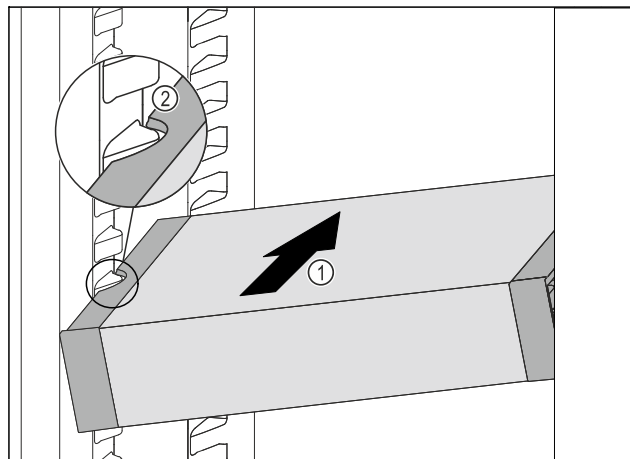

Fig. 118
- Insérer le VarioSafe en biais dans la partie réfrigérateur *Fig. 118 (1)* jusqu'à ce que les encoches latérales *Fig. 118 (2)* du VarioSafe se trouvent à la hauteur de la nervure du bac dans la partie réfrigérateur.